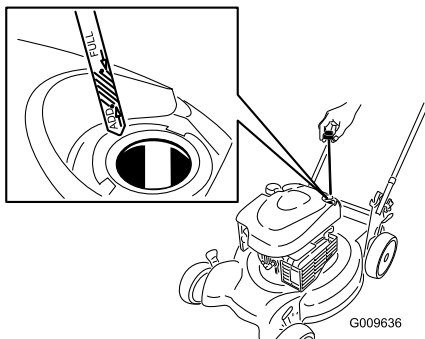

Figura 9
1. Retire la varilla, límpiela, y vuelva a colocarla (Figura 9).
- Retire la varilla y compruebe el nivel de aceite (Figura 9). Si el nivel de aceite está por debajo de la marca "Add" de la varilla, vierta lentamente aceite en el tubo de llenado hasta que el nivel llegue a la marca "Full" de la varilla. **No llene demasiado.** (Capacidad máxima: 0,59 l (20 onzas), tipo: SAE 30, aceite detergente con clasificación de servicio API SF, SG, SH, SJ, SL o superior.)